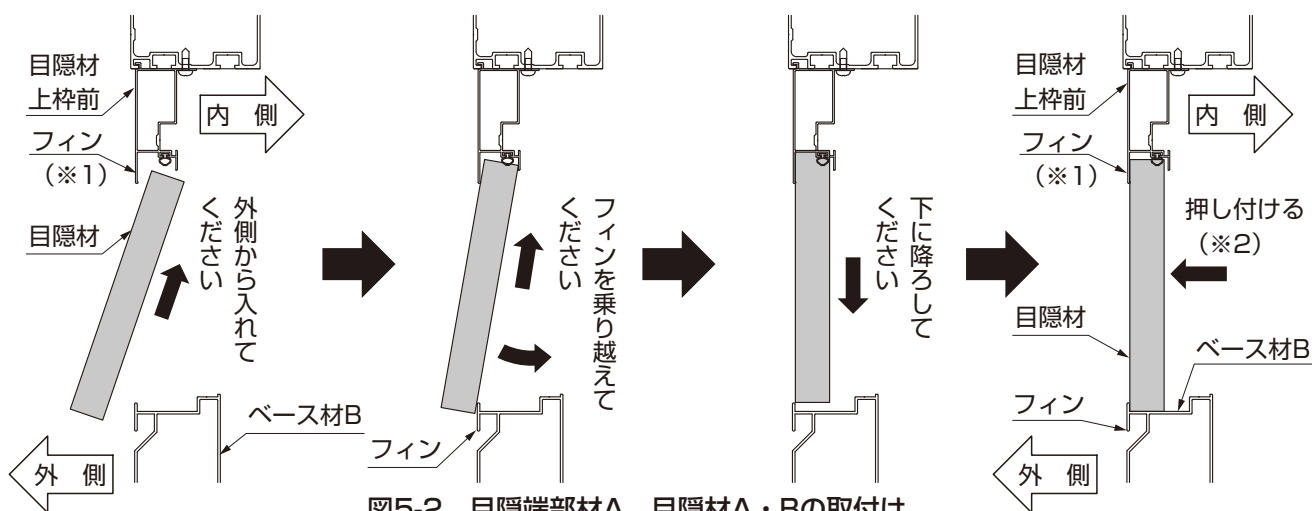

図5-2 目隠端部材A、目隠材A・Bの取付け
- 目隠材は外側から目隠材上枠前のフィン内側に引っ掛けるように入れ、ベース材Bのフィンを乗り越えたら外側に押し付けて(※2)ください。(図5-2参照)
- FIX中間パネル、目隠材は、外側から目隠材上枠前のフィン内側に引っ掛けるように入れて、ベース材Bのフィン（※1）を乗り越えたら外側に押し付けてください。（※2）（図5-2参照）